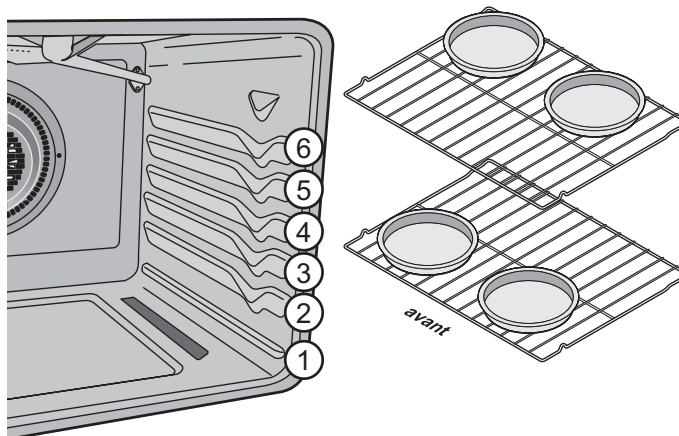

Figure 60: Positionnement des plats de cuisson sur deux grilles et emplacement des grilles pour les fours à éléments de cuisson visibles ou dissimulés.
- Pour de meilleurs résultats lors de la cuisson des gâteaux ou des biscuits sur deux grilles, voir à les placer en position 3 et 5 (voir Figure 60).
- Pour la cuisson sur deux grilles, voir à les placer en position Figure 60.